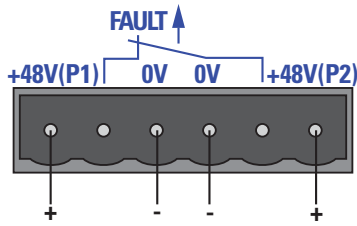

Abb. 19: PoE-Spannung am 6-poligen Klemmblock der Geräte RS22/RS32 anschließen
- ▶ Der Meldekontakt ("FAULT", Pinbelegung des Klemmblockes siehe Abbildung 19) dient der Funktionsüberwachung des Gerätes und ermöglicht damit eine Ferndiagnose. Die Art der Funktionsüberwachung können Sie im Management festlegen.